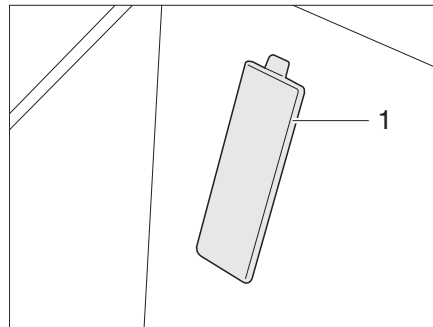

Fig. 318 Cache numéro de châssis (véhicule porteur Fiat)
- ▷ Le numéro de châssis se trouve derrière un cache (Fig. 318,1) dans la zone d'entrée, côté passager sur les véhicules porteurs Fiat.